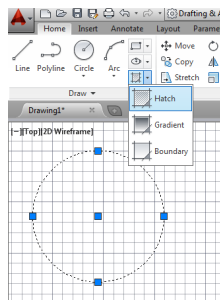

Рис. 21 Функция Hatching (Штриховка)
1) Щелкнуть на объект, который необходимо заштриховать. При выборе какого-либо объекта его ключевые точки обозначаются синими квадратами. Нажать на кнопку **Hatching (Штриховка)** (Рис. 21).